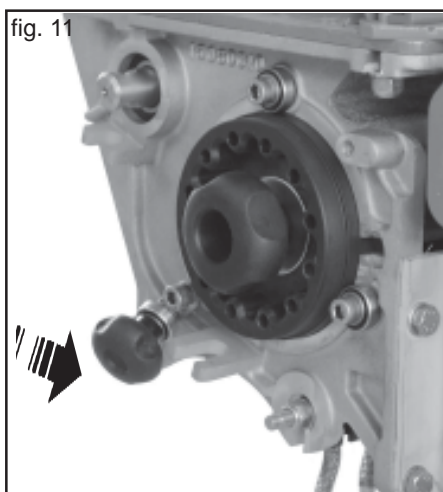

fig. 11
**Como antes descrito, remueva la correa tubular del agitador, luego fije con tornillos el volante en el lado del rodillo dosificador (Fig. 11) y proceda cuando la máquina esté completamente vacía. Una vez desenganchado, el pomo de fijación del rodillo dosificador permanece conectado a la caja del dosificador, evitando así que se pierda accidentalmente.**